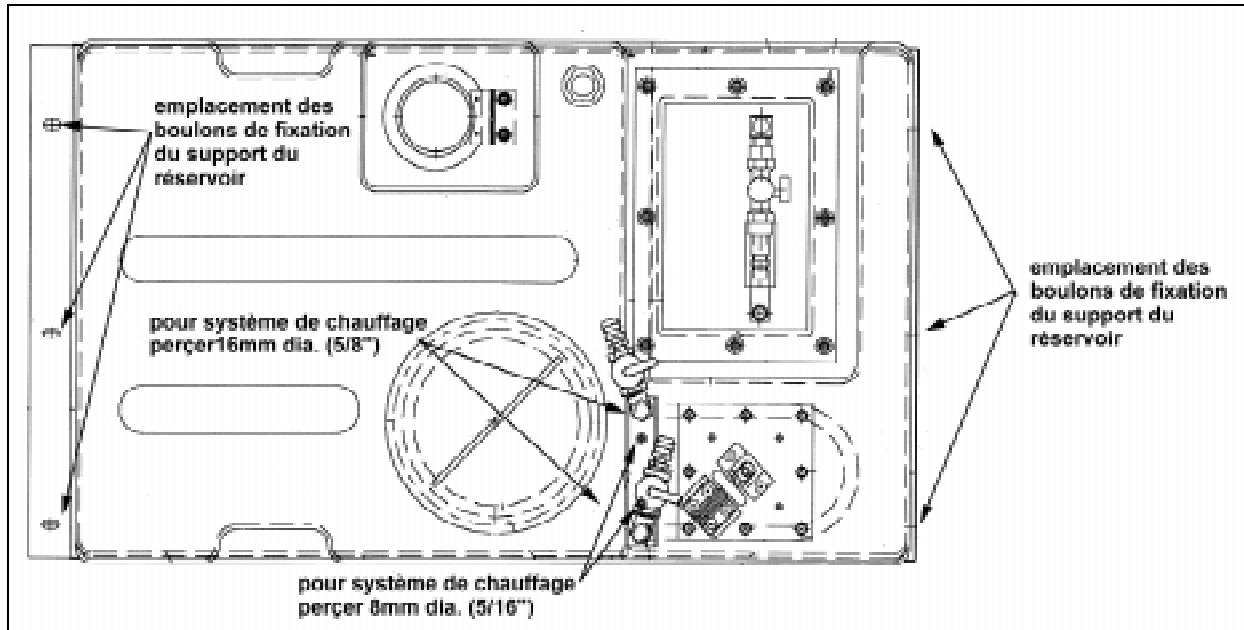

FIGURE 6 : RÉSERVOIR SEPTIQUE
15. Dévisser les 6 boulons du support du réservoir (figure 6) et retirer le réservoir septique par le dessous du véhicule.
20. Si requis, percer 4 trous sur le nouveau réservoir septique afin d'installer le système chauffant. Il y a déjà une empreinte sur le réservoir pour localiser les perçages. Faire 2 trous \varnothing 8mm(5/16") et 2 trous \varnothing 16mm(5/8") (figure 6).